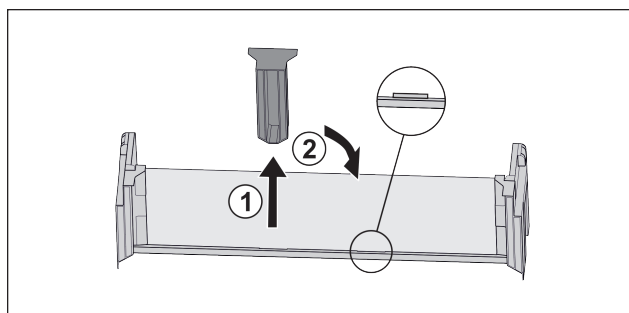

Fig. 36*
- ▶ Retirar la pieza de sujeción central Fig. 36 (1).*
- ▶ Colocar la pieza de sujeción central en la segunda posición Fig. 36 (2).*